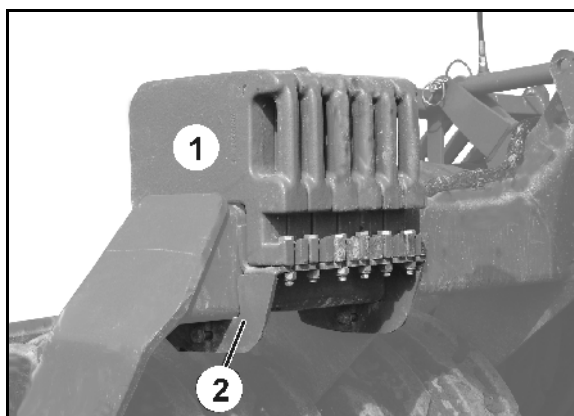

Fig. 29
- Zusatzgewichte (Fig. 29/1) und Halteblech (Fig. 29/2) mit je zwei Schrauben am Rahmenrohr befestigen.